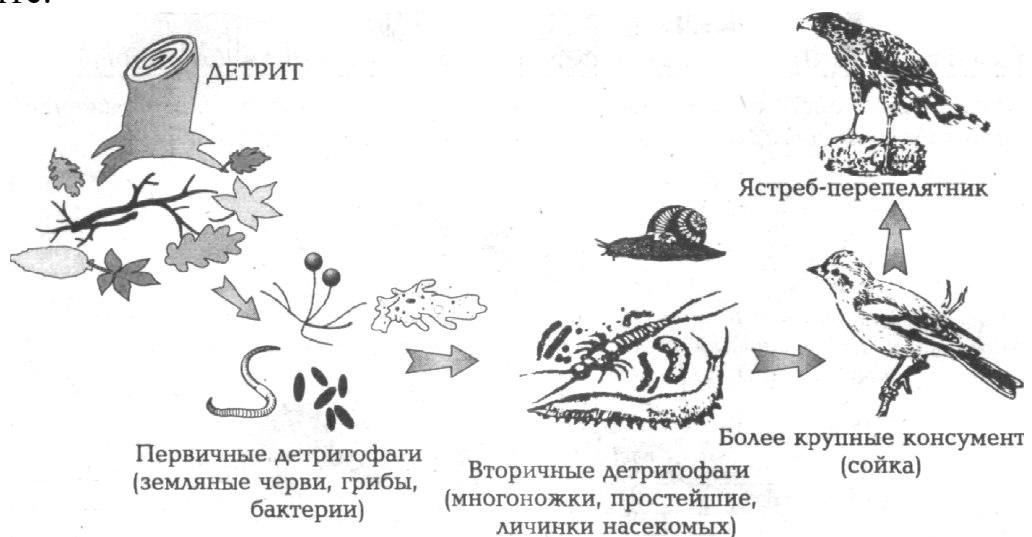

Рис. 4. Пищевая сеть, начинающаяся с детрита.
8. Рассмотрите рис. 4 и определите какую, пищевую сеть называют детритной.
10. Составьте из организмов, изображенных на рис. 4, 1-2 детритных пищевых цепи.